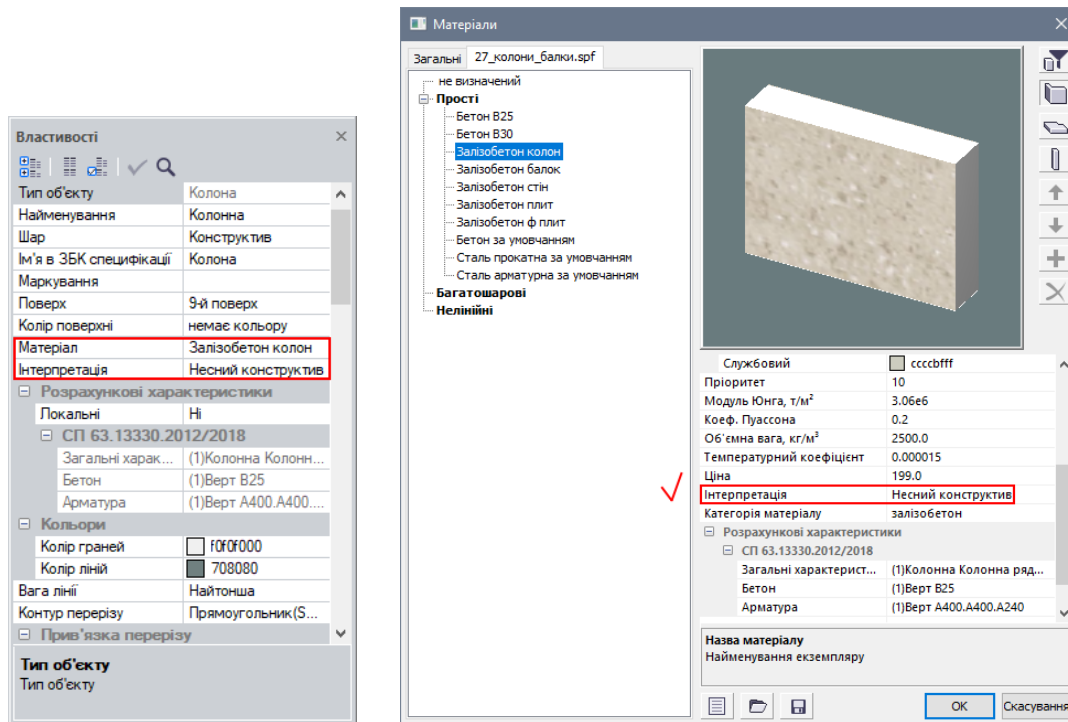

Рис. 27.1. Мінімально необхідні дані для армування колон і балок
3. Категорія матеріалу для колон і балок повинна бути **залізобетон** (налаштовується у діалоговому вікні **Матеріали**) (рис. 27.1);